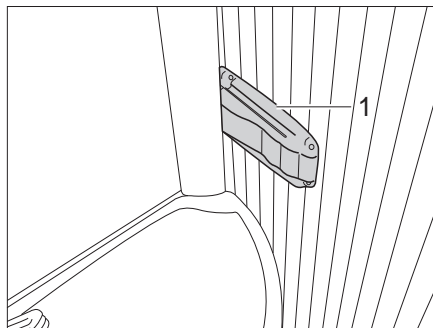

Fig. 249 Toilette Vario, bloccaggio della parete della doccia
- Premere l'arresto (Fig. 249,1) a destra sul bordo del lavabo e tirare il lavabo leggermente. Il lavabo e la parete posteriore si muovono insieme in avanti.